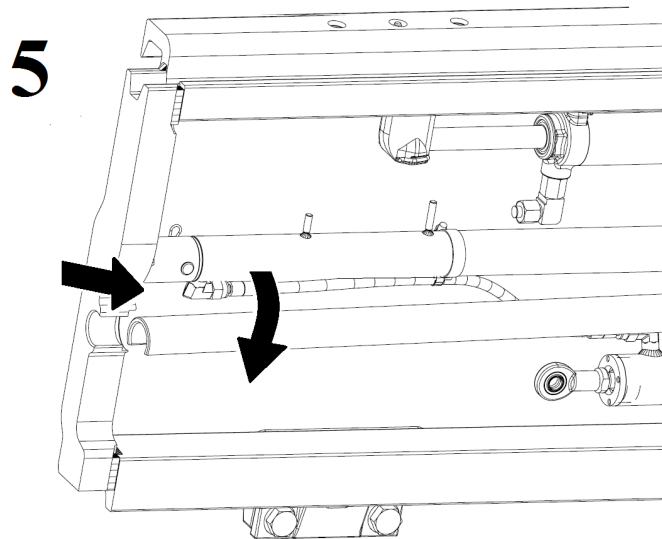

Abb. 043
7.4.2.8. Das Führungsrohr um ca. 90° drehen und es aus dem Sitz ziehen, so wie es in der Abb. 043 gezeigt wird.